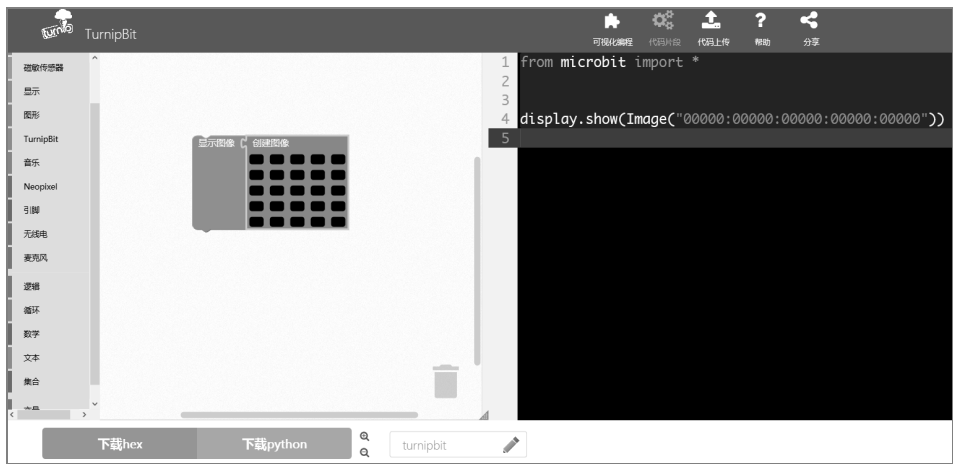

图 5-2 创建图像
② 在左侧的块选择区中找到“图形”块，用鼠标选中“创建图像”插, 拖曳至模块编辑区，并与“显示图像”进行拼插，如图 5-2 所示。